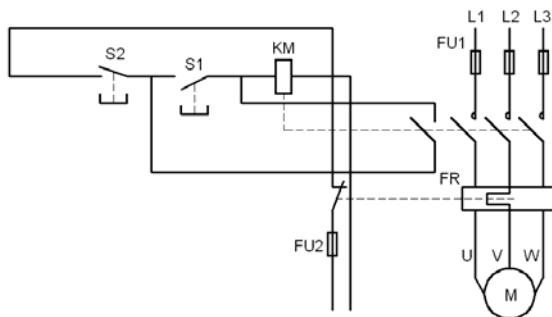

图 17.10.31 创建文字标注
Step7. 创建文字标注。选择 **格式** 命令，选择“Arial”字体，字体样式设置为“常规”，文字高度值设置为 3；将图层切换至“文字层”；用 **绘图** 命令，选择 **文字** 命令，选择 **单行文字** 命令创建文字，并将其移至合适的位置，完成后的图形如图 17.10.31 所示；用 **绘图** 命令，选择 **文字** 命令，选择 **多行文字** 命令创建多行文字。